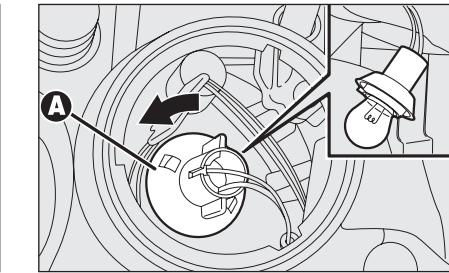

fig. 28
- gire hacia la izquierda el portalámparas **A**-fig. 28, saque la lámpara y sustitúyala;